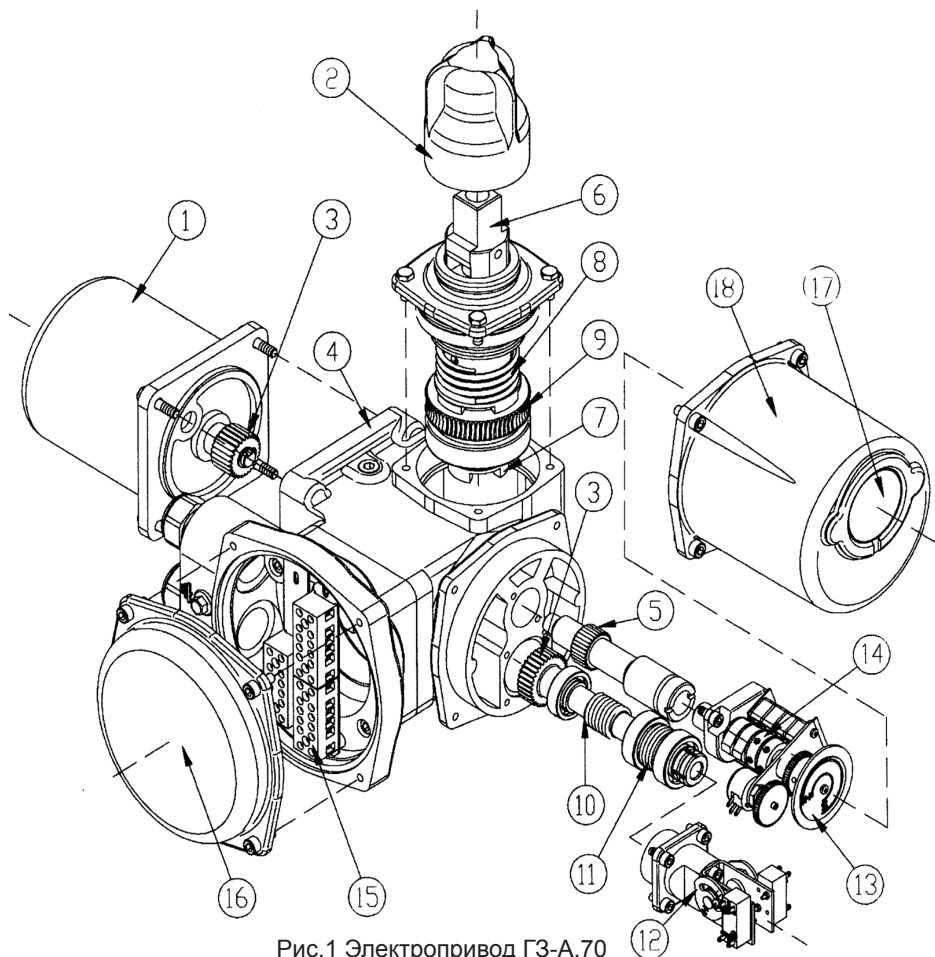
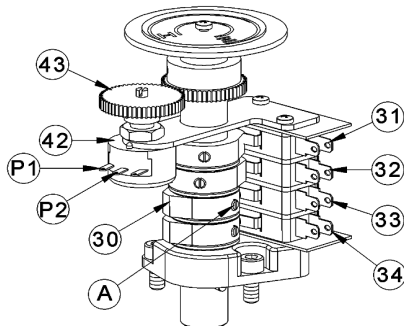
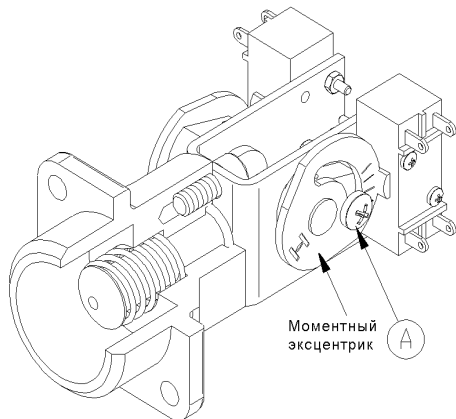

Рис.1 Электропривод ГЗ-А.70
Рис.2 Индикатор положения затвора
Рис.3 Ограничитель крутящего момента
Электродвигателя (1), червячного редуктора (9, 10), двухсторонней муфты ограничения крутящего момента (моментная муфта) (10, 11, 12), ограничителя хода выходного вала (14), индикатора положения затвора арматуры (13), рычага переключения режимов работы (6), выходного вала (7) и корпусных деталей (рис. 1).
Ограничитель хода выходного вала состоит из микровыключателей (31, 32, 33, 34), кулачков (30), размещенных на валу индикатора положения затвора (13), омического датчика (опционально) (42), шестерни омического датчика (при его наличии) (43), которая соединена с индикатором положения затвора (13) (рис. 1, рис. 2).
При ручном управлении вращение от рычага переключения режимов (6) (рис. 1) передается на выходной вал (7) электропривода. Один оборот рычага соответствует одному обороту выходного вала.
Ограничитель хода выходного вала (14) (рис. 1) непосредственно подсоединен через шестерню (5) к выходному валу. После надлежащей настройки ограничителя хода выходного вала индикатор положения затвора арматуры (13) соответствует определенным положениям затвора арматуры независимо от режима работы привода - ручного или электрического.
При достижении предварительно установленной величины крутящего момента в положении ЗАКРЫТО или ОТКРЫТО, либо в случае аварийного заклинивания штока затвора арматуры в промежуточном положении, выходной вал с червячным колесом останавливается, а червячный вал (10), ввинчиваясь в венец червячного колеса (9), вследствие продолжающегося вращения ротора электродвигателя, начинает перемещаться в осевом направлении, сжимая тарельчатые пружины (11) (рис. 1). Величина сжатия тарельчатых пружин определена необходимым усилием уплотнения затвора арматуры и устанавливается при настройке электропривода. Поступательное движение червячного вала приводит к перемещению вала ограничителя крутящего момента (12) (рис. 1). Вал ограничителя крутящего момента (рис. 3) поворачивает моментные эксцентрики, нажимая кнопки муфтовых микровыключателей, размыкает цепь управления питанием двигателя электропривода.